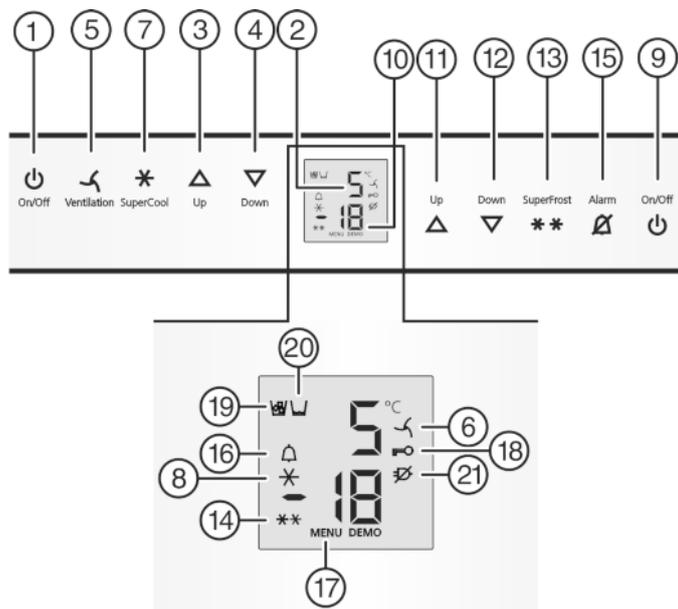

Fig. 2
- ▶ Нажмите кнопку On/Off морозильного отделения Fig. 2 (9).
- ▶ Нажмите кнопку On/Off холодильного отделения Fig. 2 (1).
- ▶ Активация режима настройки: удерживайте кнопку SuperFrost Fig. 2 (13) прилб. 5 секунд.
- ▷ Символ меню Fig. 2 (17) горит.
- ▶ Коротко нажмите кнопку SuperFrost Fig. 2 (13) для подтверждения. На индикации появляется cI:
- ▶ Для включения защиты от детей коротко нажмите клавишу SuperFrost Fig. 2 (13).
- ▷ Символ "Защита от детей" Fig. 2 (18) горит. На индикации мигает с.
- ▶ Для выключения защиты от детей коротко нажмите клавишу SuperFrost Fig. 2 (13).
- ▷ Символ защиты от детей Fig. 2 (18) гаснет. На индикации мигает **c**.
- ▶ Выход из режима настройки: нажмите кнопку On/Off морозильного отделения Fig. 2 (9).
- ▶ Нажмите кнопку Alarm Fig. 2 (15).
Одновременно мигает индикация температуры и символ тревоги Fig. 2 (16).
Звуковой сигнал выключается автоматически, символ аварийного сигнала Fig. 2 (16) выключается и индикатор температуры перестает мигать, если температура снова становится достаточно низкой.